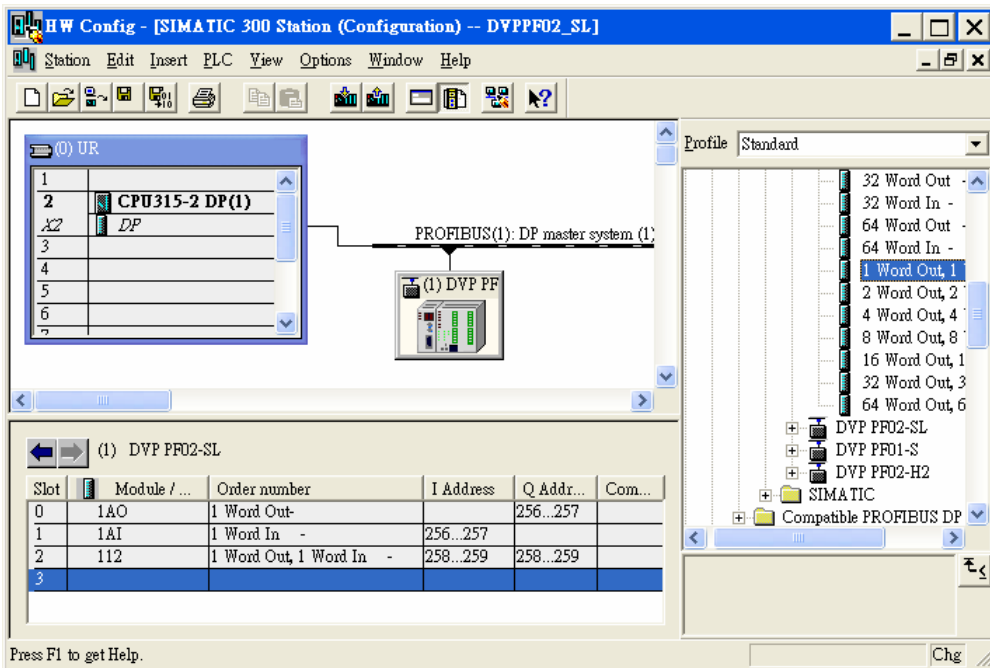
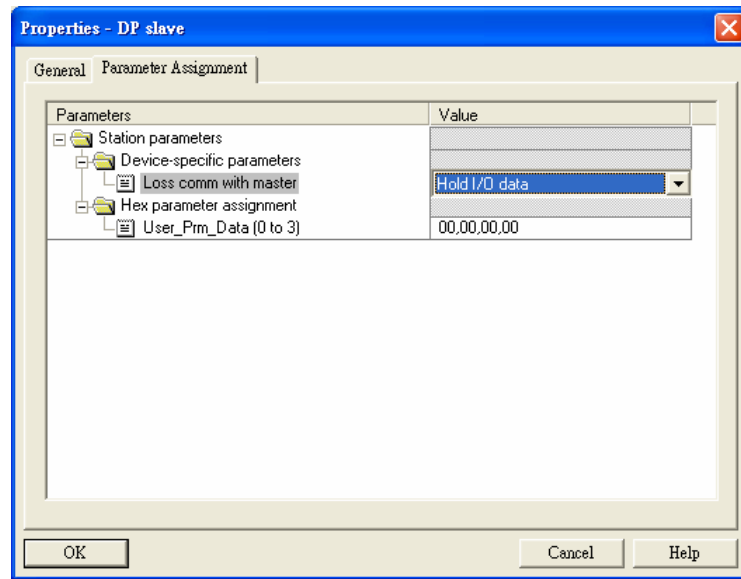

图 10-25
图 10-26
6. 其它槽(Slot)的配置方法和槽(Slot)0 类似。配置方法为先选中某一槽(Slot)，然后再双击右侧要配置的组态选项即可。如图 10-25 所示，按上述方法配置槽(Slot)0 至槽(Slot)2。
7. 当 DVPPF02-SL 的组态选项配置并设置完毕后，双击图 10-25 所示 PROFIBUS DP 总线上 DVPPF02-SL 从站，弹出图 10-26 所示的对话框，对话框中各项参数的含义见 8.1 节介绍。